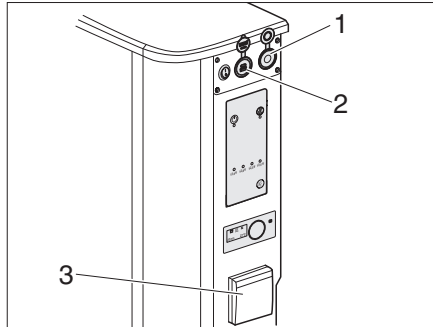

Fig. 8 Barrette de raccordement
- Prise 12 V (Fig. 8,1)
- 2 prises USB (Type A et Type B) (Fig. 8,2)
- Prise 230 V (Fig. 8,3)